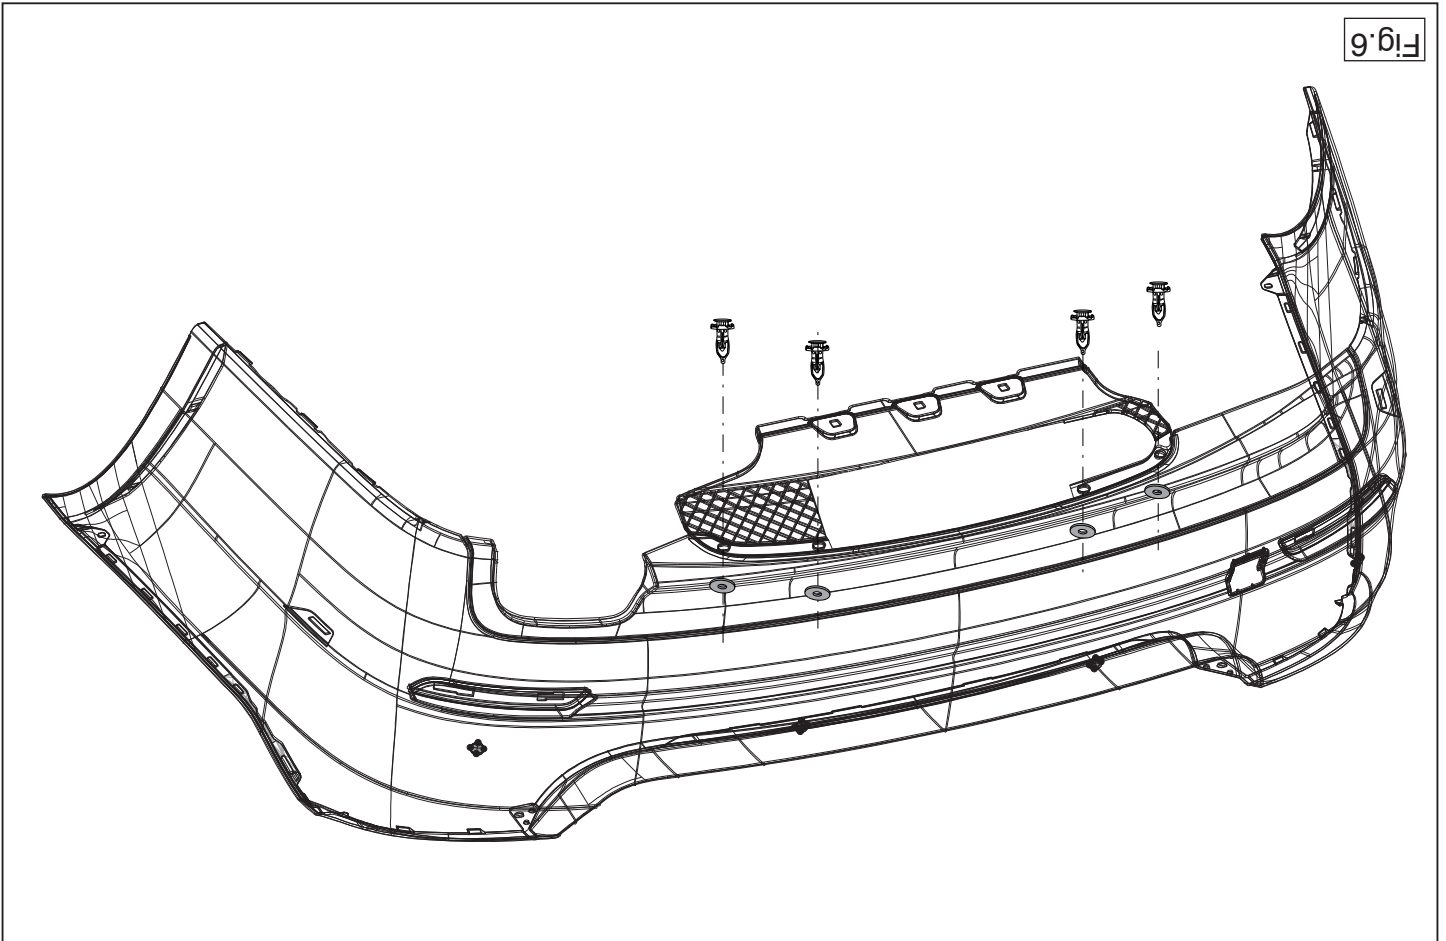

Fig.6
12. Fit the plastic cover plate in the centre on the underside. See figure 6.
12. An der Unterseite in der Mitte die Abdeckplatte aus Kunststoff montieren. Siehe Abbildung 6.
- Monter la plaque de recouvrement en plastique au milieu de la partie inférieure. Voir la figure 6.